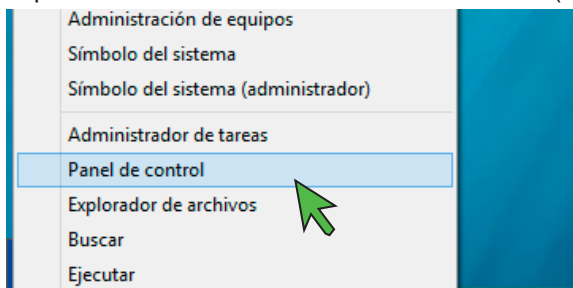
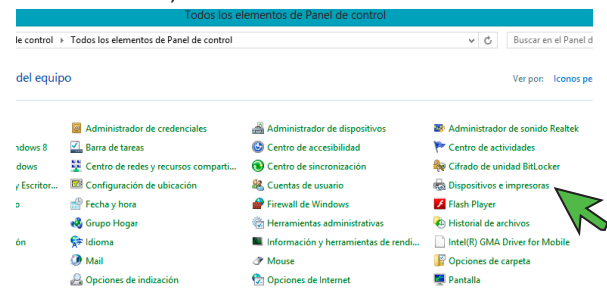

FIGURA 1A
FIGURA 1B
- 1) Para visualizar los ajustes de configuración de PowerDriver V4, mantenga pulsada la tecla con el logotipo de Windows de su teclado y luego pulse la letra "x". Se abrirá la pantalla que aparece a continuación. Seleccione Panel de control (véase la FIGURA 1A). Después seleccione Dispositivos e impresoras en la ventana del Panel de control (véase la FIGURA 1B).